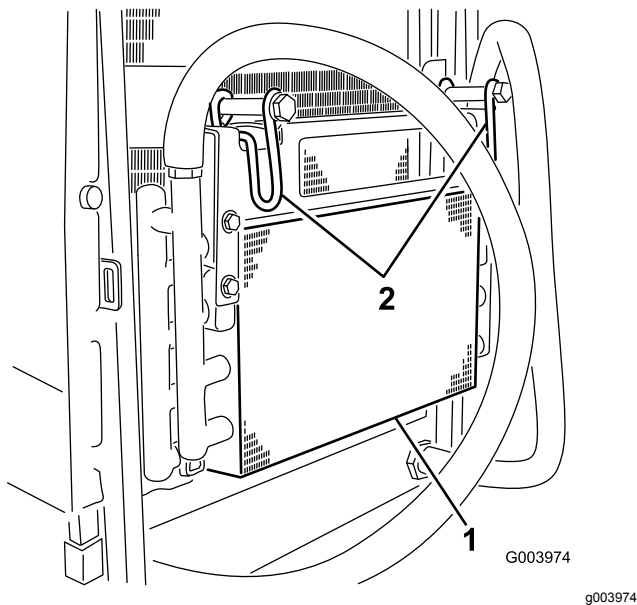

図 80
5. オイルクーラのラッチを内側に倒してオイルクーラを外す(図 80)。